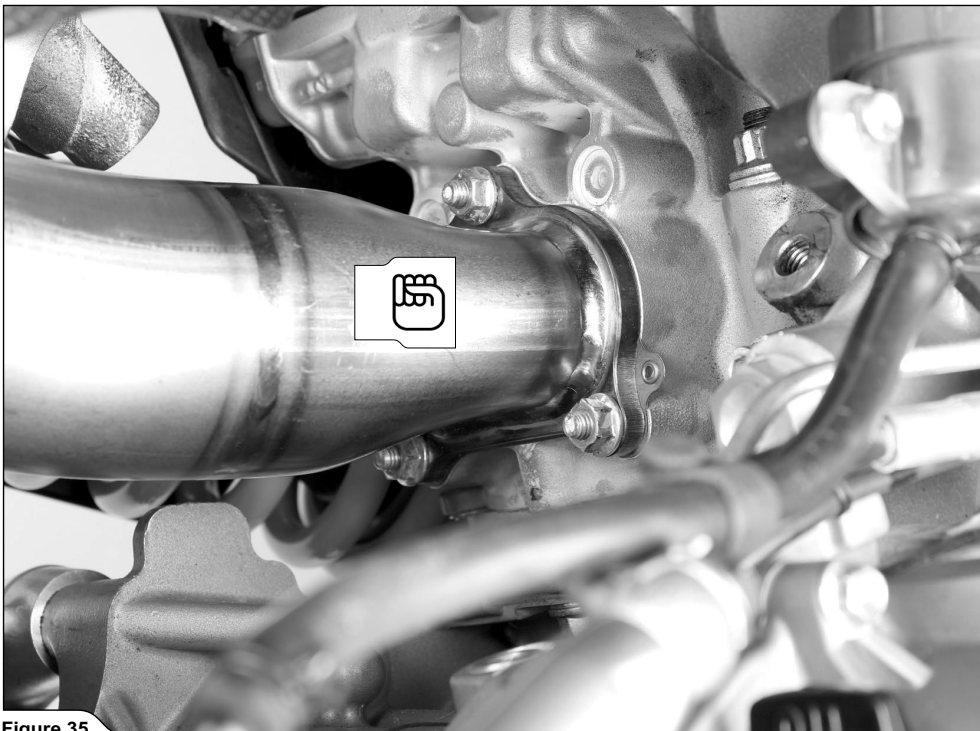

Figure 35
7. リアマニホールドをシリンダーヘッドに手で締め付け、オリジナルのナットを取り付けます (図 35)。